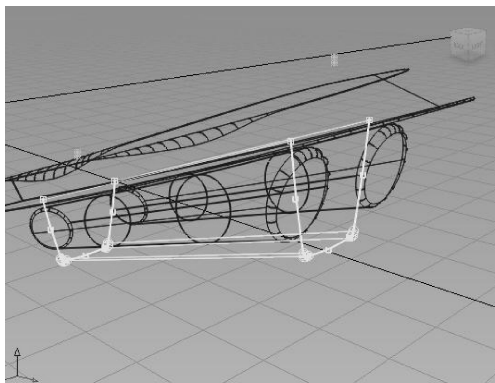
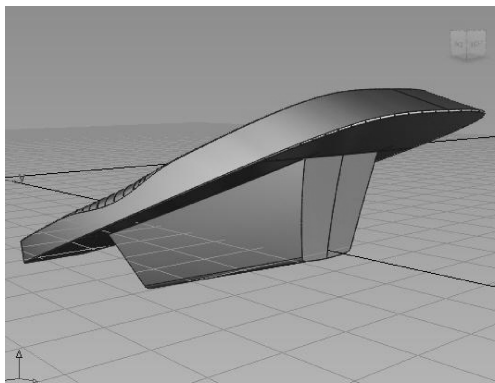

图 10-26 创建曲线
图 10-27 生成曲面
- 12 接下来制作连接摩托车尾部烟囱的部件。选择【New Curve】工具, 生成如图 10-26 所示的在车尾下部的两条倒梯形线, 然后选择【Skin Ssurface】工具, 连接两线成面, 在梯形面两端作两条切割线, 使切割后梯形面与车尾形态保持流线一致, 得到如图 10-27 所示闭合部件。